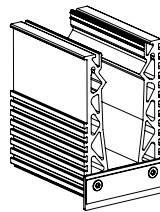

Bild 2
3. Das Profil besteht aus mehreren Stangen. Die Gummilippen sind an beiden Profilen vor der Montage des Glashaltesprofils mit dem Halteblech festzuschrauben (Bild 2). Im Stossbereich wird die Entwässerungslösung angebracht (Bild 3) und mit einem PVC-Schlauch verbunden. Wandanschlüsse und Profilstöße sind als Dilatationsstoss auszubilden.